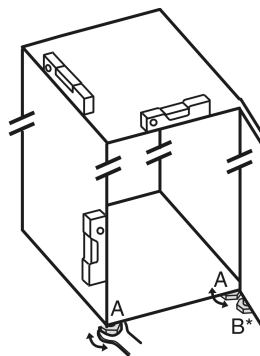

Fig. 5
- ▶ Stellfüße Fig. 5 (A) mit beiliegendem Gabelschlüssel und mit Hilfe einer Wasserwaage herausdrehen, bis das Gerät fest und ebenstehend ausgerichtet ist.
- ▶ Stellfuß Fig. 5 (B) am Lagerbock mit beiliegendem Gabelschlüssel herausdrehen, bis er auf dem Boden aufliegt.
- ▶ Stellfuß Fig. 5 (B) um 90° weiter drehen.